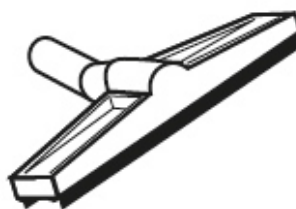

Fig. 9: Conecte la boquilla de succión de agua
Paso 7: Conecte la boquilla de succión de agua al Tubo de aspiración (Fig.9).